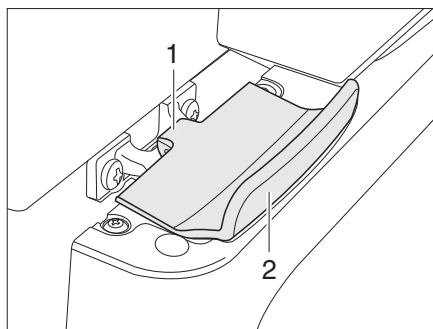

Fig. 147 Dispositif de verrouillage de la porte du réfrigérateur, fermé (Thetford)
- Ouvrir la porte du réfrigérateur sur la poignée (Fig. 147,2). Le verrouillage (Fig. 147,1) sera débloqué automatiquement.